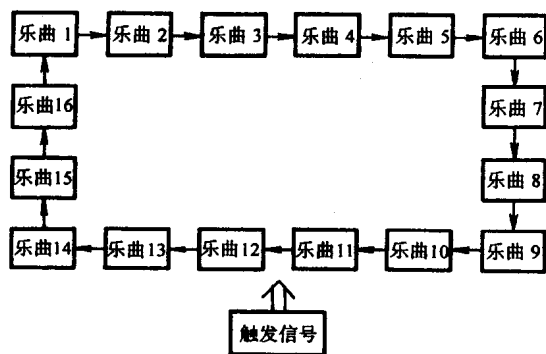

图 1-3
(3) KD-482I 是 CMOS 大规模集成电路, 内部只读存储器 (ROM) 中顺序存储了 16 首乐曲, 由触发信号控制其播放(见图 1-3)。每触发一次演奏一首, 并且每次触发后演奏的乐曲均与前次不同, 16 首乐曲自动循环播放。